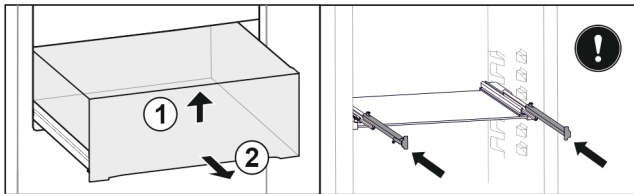

Fig. 27*
- ▶ Eleve la parte frontal del cajón Fig. 27 (1)*
- ▶ Extráigalo hacia delante Fig. 27 (2)*